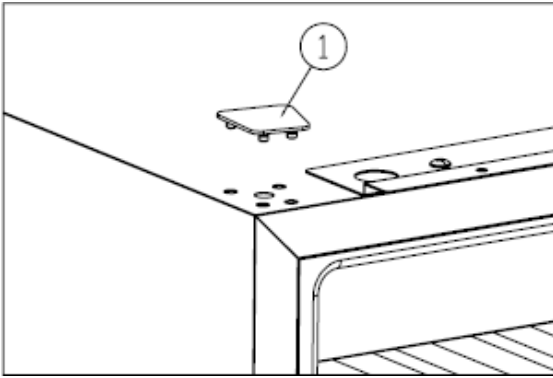

Рисунок 3
Снимите крышку (1). [Рисунок 3]